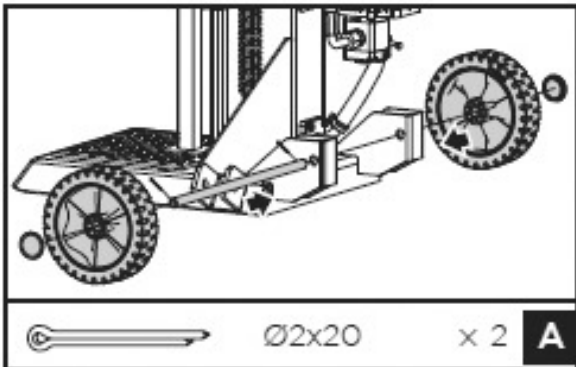

Abb. 9: Montage Räder
1. Setzen Sie die Radachse in die dafür vorgesehene Öffnung und befestigen Sie diese. Schieben Sie die Räder auf die Achse und sichern Sie sie von außen mit zwei Splinten $\text{Ø} 2 \times 20$. Befestigen Sie die Raddeckel (Abb. 9).